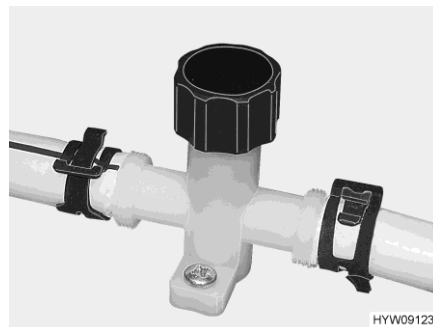
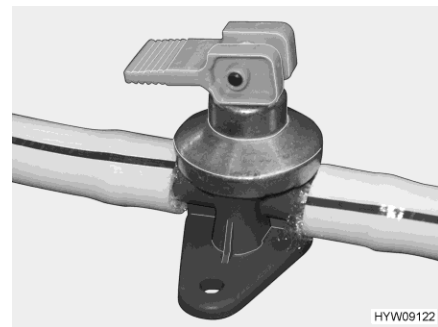

Bild 161 Ablasshahn (Wasserleitung)
Bild 162 Ablasshahn (Boiler Alde)
- Ablasshähne schließen. Dazu die Kappe (Bild 161) im Uhrzeigersinn drehen und den Kipphebel (Bild 162) waagrecht stellen.
- Ablasshähne öffnen. Dazu die Kappe (Bild 161) entgegen dem Uhrzeigersinn drehen und den Kipphebel (Bild 162) senkrecht stellen.